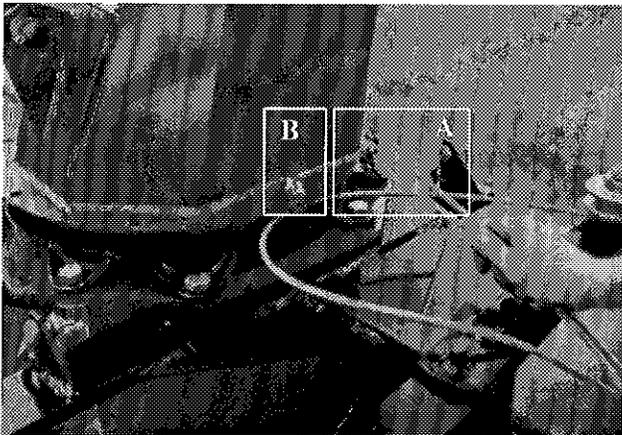

Figure 23
- 2) Placer le câble d'acier de façon à ce que les deux parties soient égales (A Fig. 23) et le fixer solidement à l'aide du serre câble (B Fig. 23).